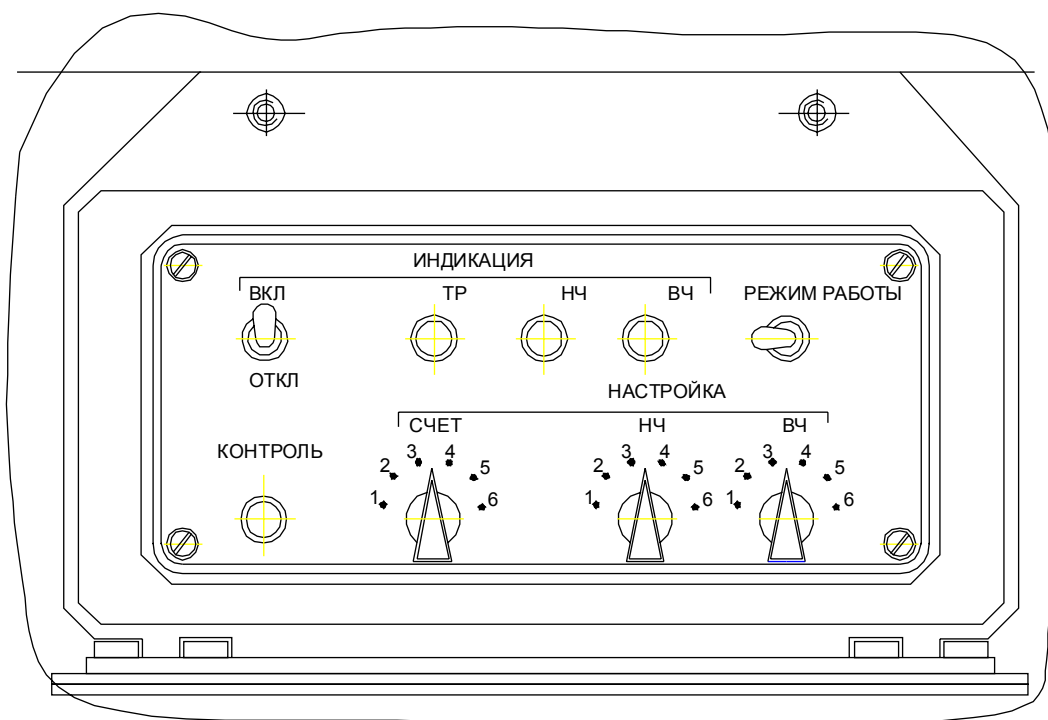

Рисунок 3.2
3.3.8 Установить тумблер ИНДИКАЦИЯ в положение ВКЛ, а тумблер РЕЖИМ РАБОТЫ в положение С. Установить переключатели СЧЕТ, НЧ, ВЧ в положение "1" (рисунок 3.2).